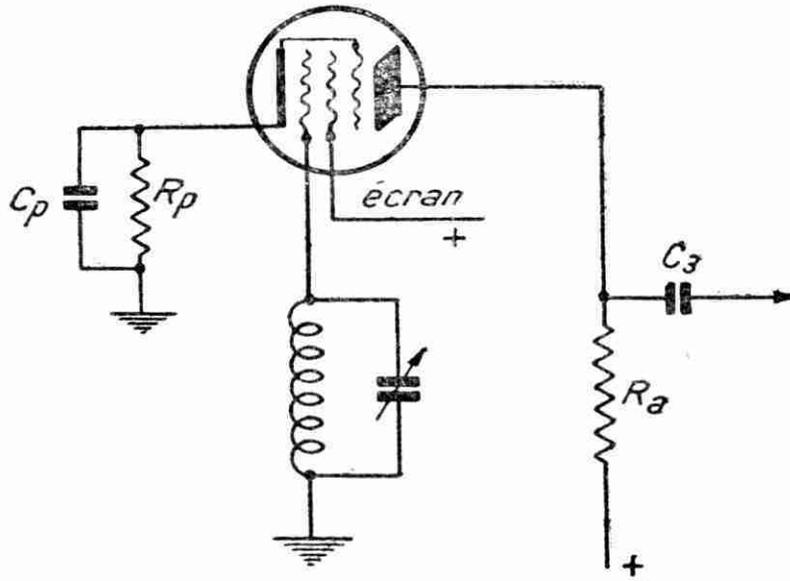

FIG. 16.
Le schéma fig. 16 peut sembler le même que celui d'un tube amplificateur. Il en diffère cependant par la grandeur de la résistance de polarisation (par exemple : 10.000 ohms au lieu de 600). Le
**Détection par la plaque (schéma fig. 16). — Réception très faible.**